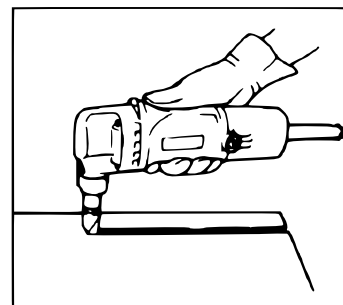

Abbildung 8
- **Stanzen (Abb. 8):** Halten Sie das Elektrowerkzeug fest, um die Stanzform im rechten Winkel (90°) zum Werkstück, das geschnitten werden soll, zu positionieren und drücken Sie die Maschine leicht in Schnittrichtung.